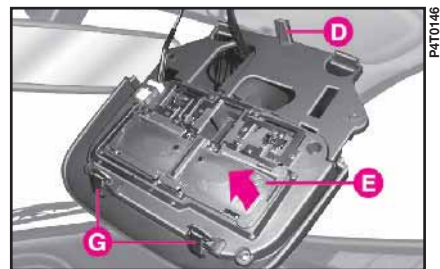

fig. 42
3) Quite la lámpara de techo empujándola hacia delante y soltándola del gancho **D** (fig. 42).
7) Monte nuevamente la lámpara de techo apretando primero el gancho **D**, luego presionando en la parte anterior hasta enganchar los muelles **G** (fig. 42).